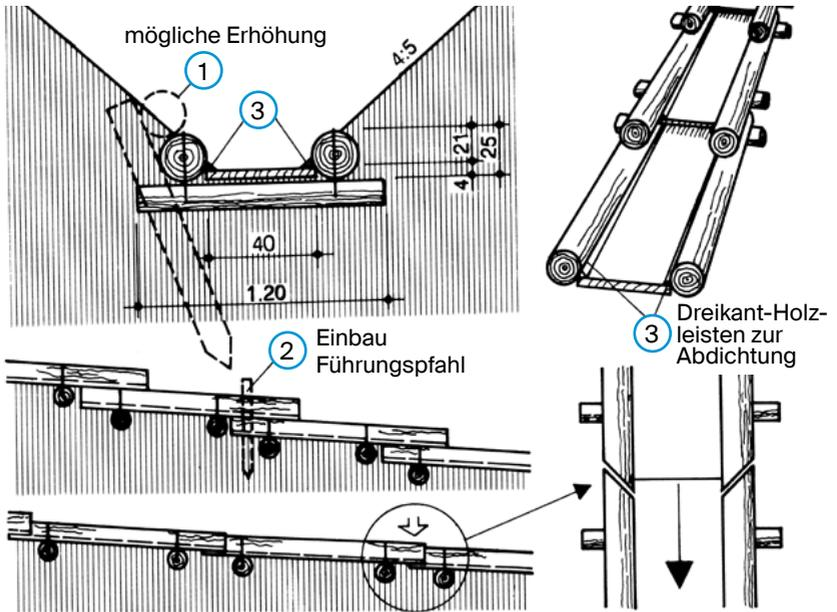

Abb. 51: Rundholz-Rechteckkännel (ASTRA)
- Kännel alle 2 m durch Pfähle / Querhölzer im Erdreich einbinden (Abb. 51: Rundholz-Rechteckkännel)